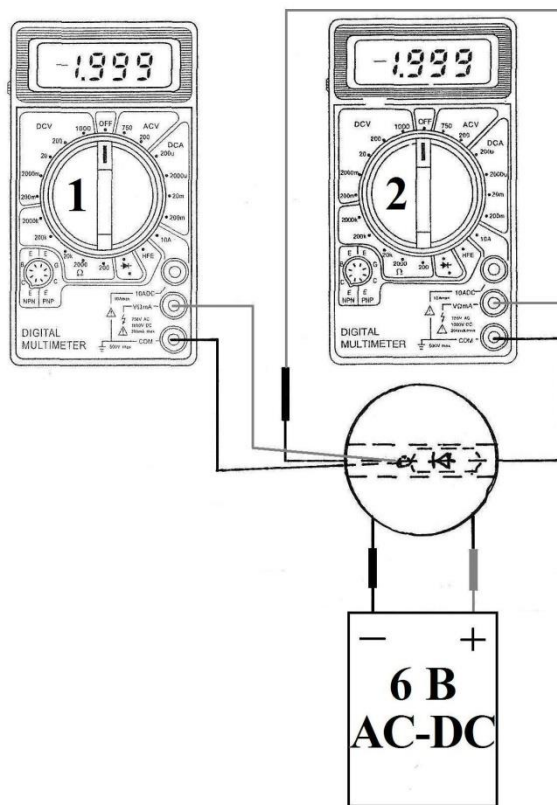

Рисунок 5.4
1. Зібрати робочу схему згідно з монтажною, рис. 5.4.